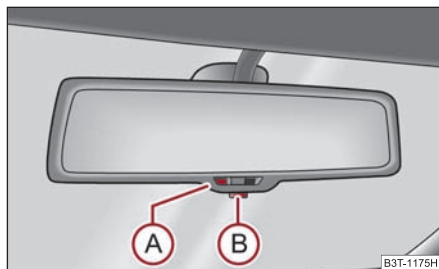

Fig. 75 Rétroviseur intérieur jour/nuit automatique
- Appuyez sur la touche (B) - le témoin (A) s'allume ⇒ fig. 75.